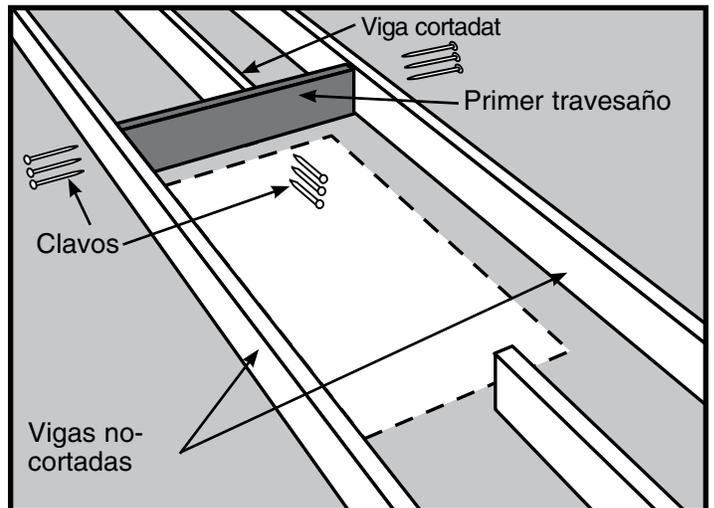

Figura 15
- PASO 3. Coloque uno de estos travesaños contra el extremo de la viga(s) cortada (Vea la Figura 15). Éste debe encajar ajustadamente entre las vigas no-cortadas. Martille para colarlo en su posición si es necesario; si el travesaño tiene 1/16" de más, recórtelo. Si tiene 1/16" de menos, corte otra pieza.
- PASO 4. Coloque en ángulo recto el travesaño en la viga no-cortada(s) y clave con 3 clavos el travesaño al extremo de la viga(s) cortada (Vea la Figura 15).
- PASO 5. Verifique el travesaño en cuanto a ángulo recto, luego clave 3 clavos a través de cada viga dentro de cada extremo del travesaño (Vea la Figura 15).